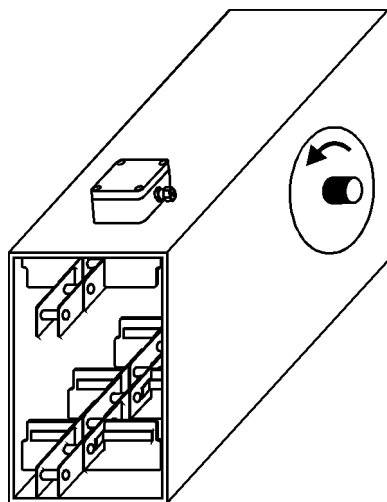

Рис. 6. Контроль обрыва цепи скребкового конвейера.
Для контроля обрыва цепи скребкового конвейера датчик устанавливается в подготовленные отверстия сверху на защитный короб механизма вблизи приводной станции (рис. 6). РДД-03А должен быть настроен на движение верхней части цепи. Для этого его чувствительность снижается до минимального положения, при котором светодиод «Движение» устойчиво горит. Так как привод механизма толкает вперёд верхнюю ветвь, обрыв цепи в любом месте конвейера вызывает её мгновенное провисание в точке установки датчика. Расстояние между движущейся цепью и РДД-03А увеличивается, уровень отражённого от цепи радиосигнала падает и становится недостаточным для поддержания датчика в «замкнутом» состоянии. РДД-03А отключает транспортёр, предохраняя его от разрушения.
**ВНИМАНИЕ!** В месте установки датчика не должны присутствовать устройства, поддерживающие цепь снизу (перегородки, ролики, «лыжи» и т. д.). Наличие подобных устройств не позволит цепи провиснуть и не приведёт к срабатыванию датчика при обрыве цепи! Направление вращения приводной звёздочки должно строго соответствовать рис. 6.